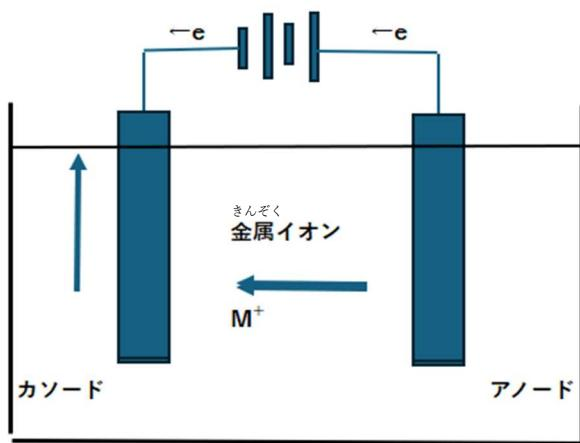

図8-5 電気分解イメージ
- 電解質水溶液や溶融塩などに直流電流を流すと、電極間で化学反応が起こります。物質が分解されたり、新しい物質が生成されたりします（図8-5）。